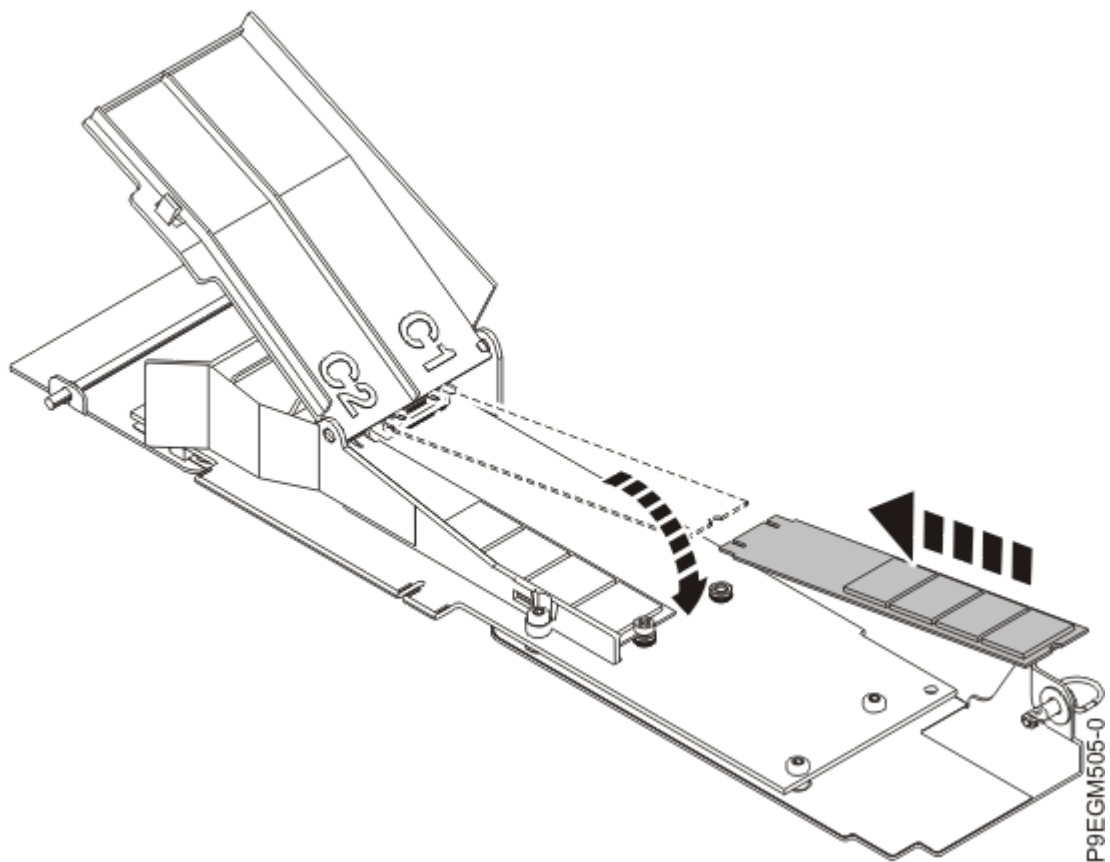

Figure 32. Installation d'un module flash NVMe M.2
2. Faites glisser l'un des nouveaux modules flash NVMe M.2 dans le connecteur de la carte porteuse NVMe M.2. Voir Figure 32, à la page 38.